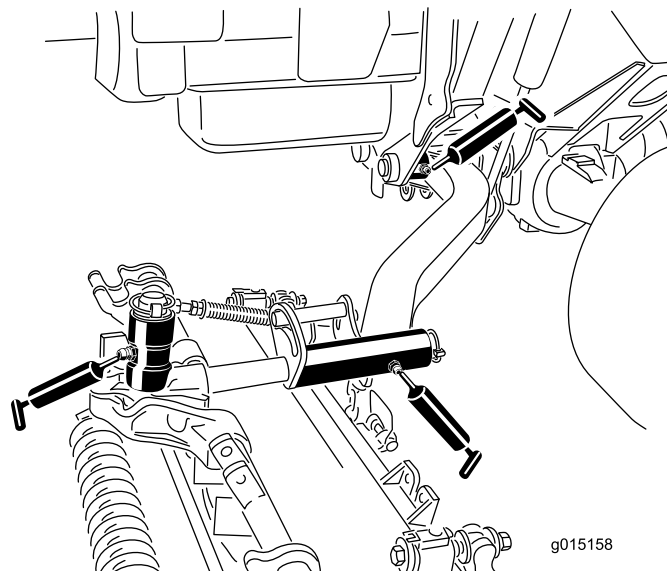

Figura 71
- Boccole girevoli (1 per piatto di taglio) del braccio di sollevamento (**Figura 71**).
- Telaio portante dell'apparato di taglio (2 per apparato) (**Figura 71**)
- Perno del braccio dell'apparato di taglio (1 per apparato) (**Figura 71**)